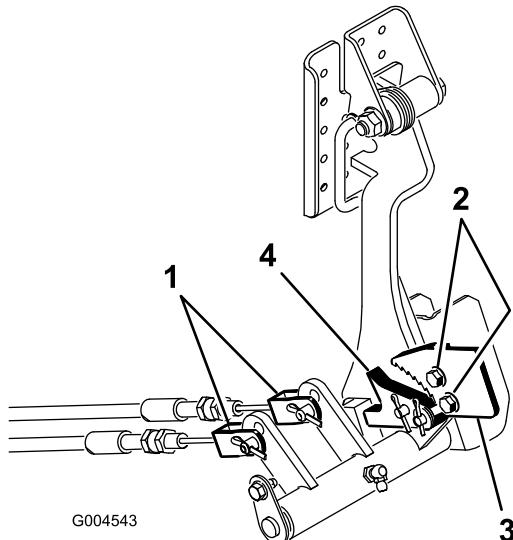

Figura 75
1. Retire los pasadores que fijan los cables de freno a la varilla del pedal de freno (Figura 75).
2. Afloje los 2 tornillos que fijan el trinquete del freno de estacionamiento al bastidor (Figura 75).
3. Pise el pedal del freno de estacionamiento hacia adelante hasta que la uña se enganche a fondo en el trinquete del freno (Figura 75).